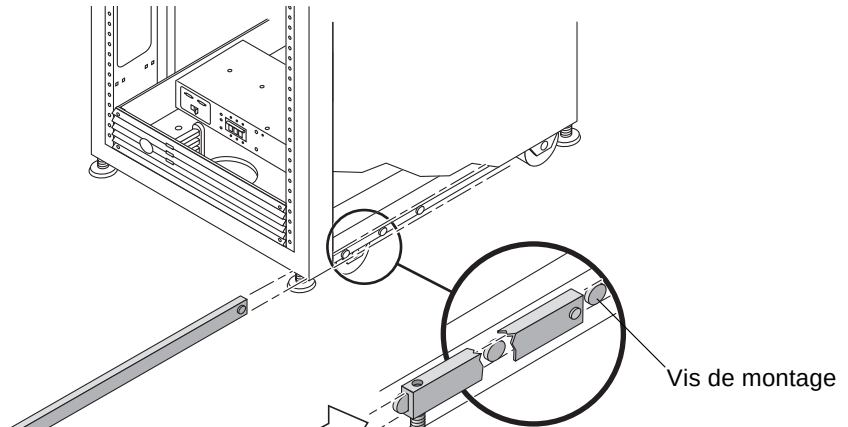

FIGURE 2-4 Installation du dispositif antibasculement droit
- 3. Faites glisser le dispositif antibasculement droit sur les trois vis de montage qui se trouvent au bas du coffret system (FIGURE 2-4) et déployez-le complètement.**